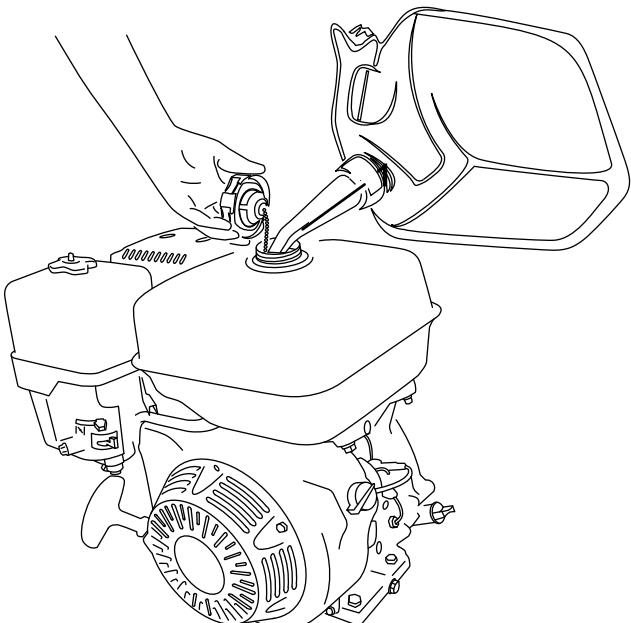

Figure 7
2. Nettoyez la surface autour du bouchon du réservoir de carburant et enlevez le bouchon (Figure 7).
4. Revissez fermement le bouchon du réservoir de carburant (Figure 7).
2. Tournez le robinet d'arrivée de carburant en position OUVERTE (Figure 7).
- 3. Amenez la commande de starter en position FERMÉE (Figure 7).
- 4. Placez la commande d'accélérateur en position HAUT RÉGIME (Figure 7).
- 5. Tirez légèrement la poignée du lanceur jusqu'à ce que vous sentiez une résistance, puis tirez vigoureusement (Figure 7). Relâchez lentement la poignée du lanceur.